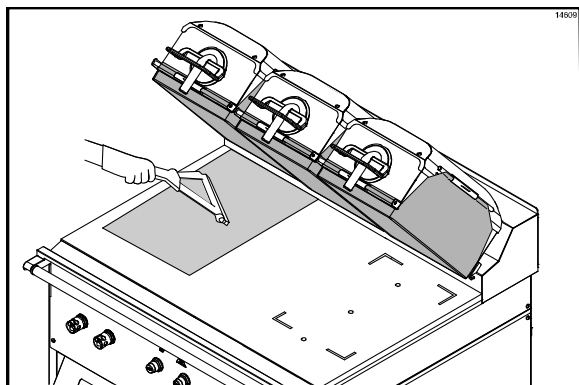

Figure 75
50. Avec le rouleau à essorer, presser délicatement pour laisser s'échapper les bulles d'air, en s'assurant de ne pas plier ni plisser la feuille de protection (Cf. Figure 75).